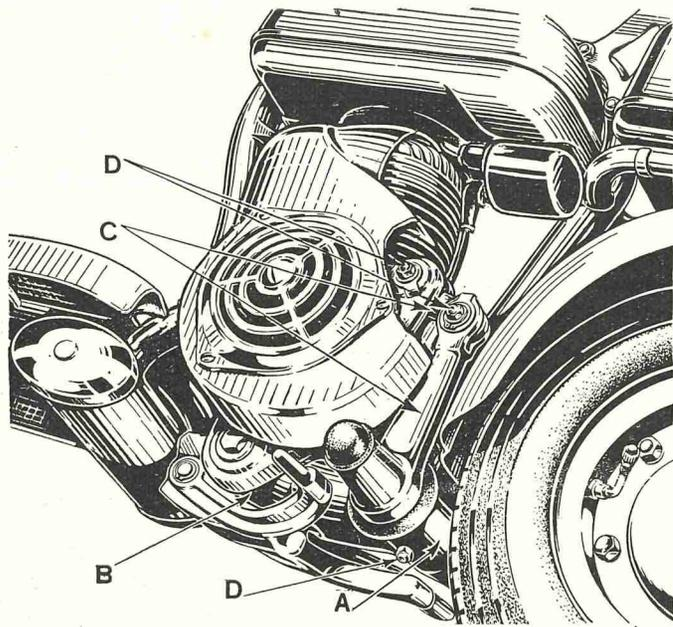

Fig. 4
Posterior: (véase fig. 4) con largo brazo oscilante, constituido por el carter de transmisión A (fig. 10) fijado solidamente sobre el bastidor (B); este brazo carga, con su movimiento, una barra de torsión